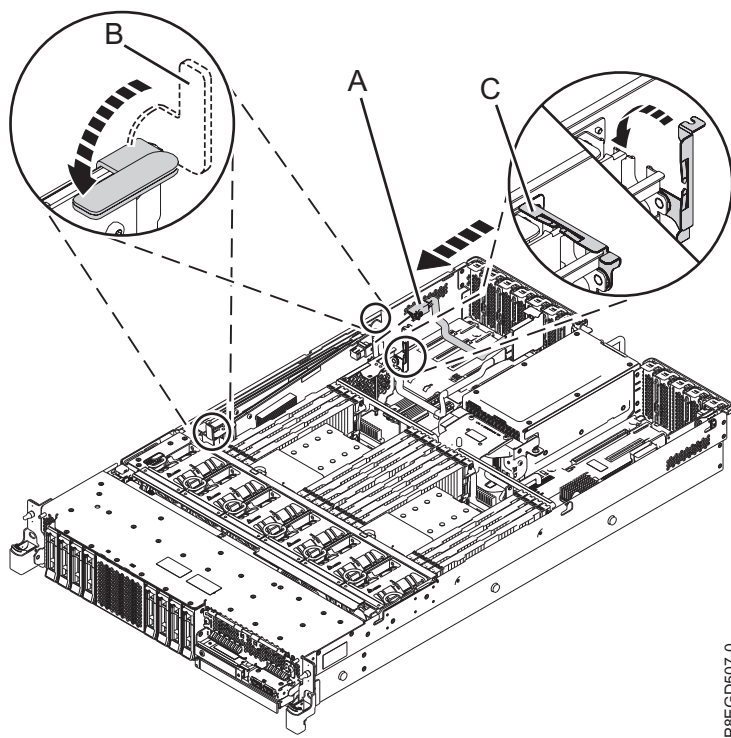

図 7. スロット位置 P1-C15 への上部背面 SAS ケーブルの再取り付け
8. 9 ページの図 7 に示すように、上部背面 SAS ケーブル (A) を、スロット P1-C15 の SAS RAID 内部アダプターの背面コネクタに再接続します。ケーブルのプラグを差し込むために、SAS RAID 内部アダプターの一部を持ち上げる必要があります。
10. 青いハンドル (B) を、9 ページの図 7 に示されている方向に押します。
11. ケーブル保持ブラケット (C) を 9 ページの図 7 に示す方向に閉じます。